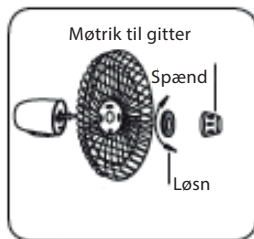

Fig. 1
1. Fjern ventilatormøtrikken og møtrikken til gitteret ved at skru ventilatormøtrikken med uret og gittermøtrikken mod uret. Placer det bageste gitter korrekt (håndtaget opad), og skru møtrikken til gitteret på, til det sidder fast. (Fig. 1)